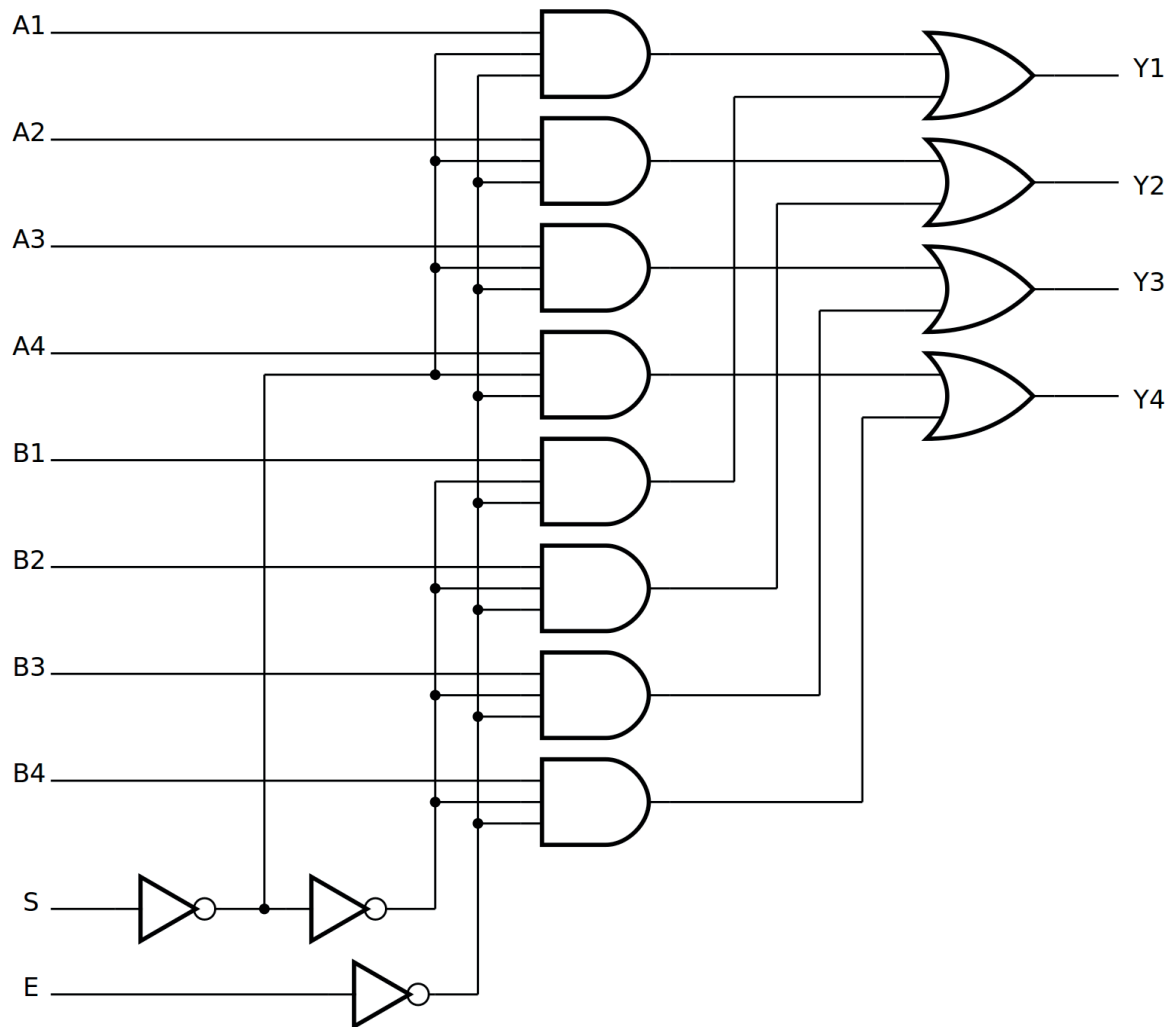

Figura 8.3 – Um multiplexador 2x1 quádruplo com entrada de habilitação (E) ativa em baixo.
Os multiplexadores também são chamados de seletores de dados. Quando os dados a serem selecionados têm mais de um bit, podemos construir um multiplexador para selecionar esses dados. Por exemplo, se tivermos dois dados de quatro bits $A (A_4A_3A_2A_1)$ e $B (B_4B_3B_2B_1)$ a serem selecionados, podemos usar um multiplexador como mostrado na figura 8.3. Esse multiplexador é chamado de multiplexador 2x1 quádruplo com entrada de habilitação (E) ativa em baixo. Quando este multiplexador está habilitado (isto é, quando $E = 0$) se $S = 0$ então a saída $Y (Y_4Y_3Y_2Y_1) = A (A_4A_3A_2A_1)$ e se $S = 1$ então a saída $Y (Y_4Y_3Y_2Y_1) = B (B_4B_3B_2B_1)$.